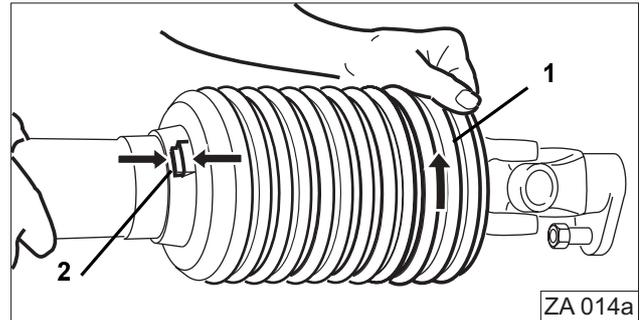

Fig. 12
- Trichter (Fig. 12/1) in Montageposition (Fig. 12/2) drehen.